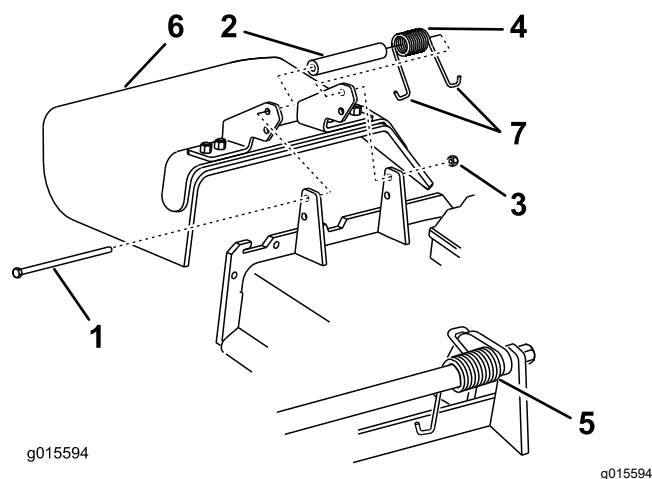

Figure 85
1. Retirez le contre-écrou, le boulon, le ressort et l'entretoise qui fixent le déflecteur aux supports de pivot (Figure 85).
2. Déposez le déflecteur d'herbe s'il est endommagé ou usé (Figure 85).
Remarque: Prenez soin de placer une extrémité en J du ressort derrière le bord du plateau avant de mettre le boulon en place, comme montré à la Figure 85.
6. Accrochez 1 extrémité en J du ressort au déflecteur d'herbe (Figure 85).